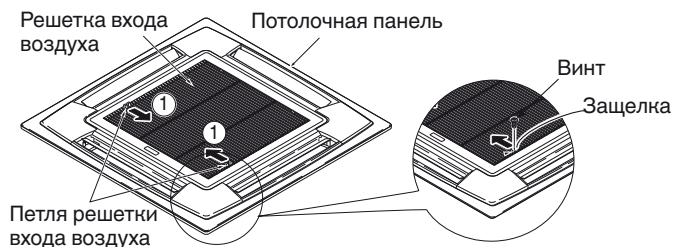

Рис. 7-1
- 1) Открутите 2 винта на защелке решетки входа воздуха. (Рис. 7-1) (Установите на место решетку входа воздуха после установки потолочной панели.)
- 2) Сдвиньте защелки решетки входа воздуха в направлении, показанном стрелками ①, чтобы открыть решетку. (Рис. 7-1)